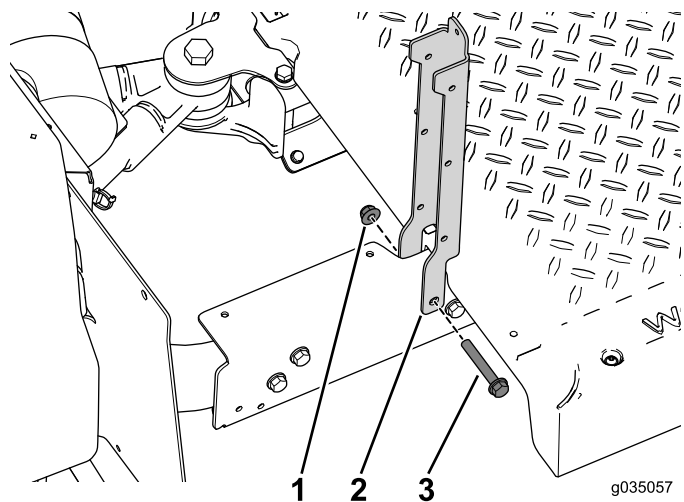

図 38
2. 座席サポートを車両後部に固定するボルト3/8 x 2-1/2 インチ2本、スペーサ、フランジナットを使う 図 38。